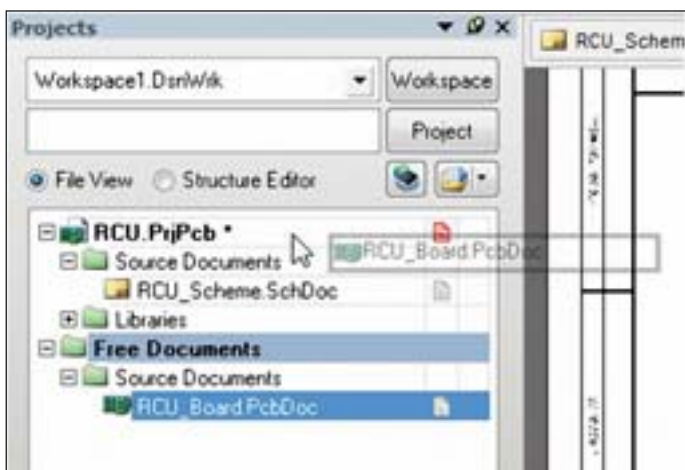

Рис. 54. Вид панели *Projects*
7. Подключите созданную плату к проекту. Для этого, находясь на панели *Projects*, просто подтащите к проекту документ платы, удерживая его левой кнопкой мыши (рис. 54).